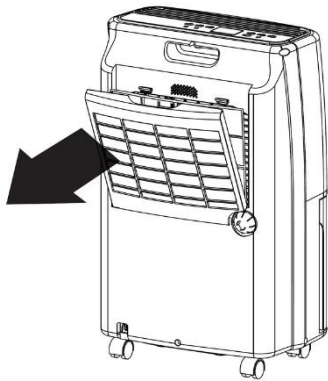

Fig. 1
- Saisissez la partie supérieure du filtre à air et tirez-la vers vous pour retirer le filtre à air de son support. (Voir Fig. 1)